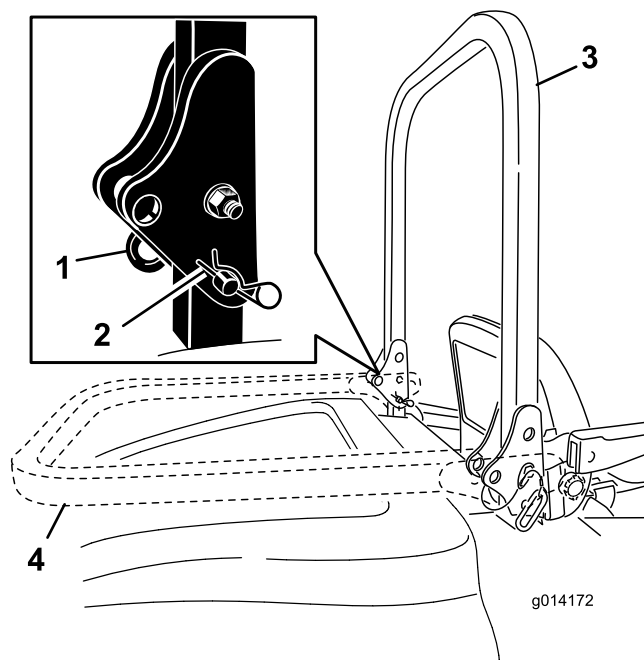

Figure 8
1. Pour abaisser l'arceau de sécurité, retirez les goupilles fendues, poussez l'arceau de sécurité contre les ressorts et retirez les deux goupilles (Figure 8).
2. Faites pivoter l'arceau de sécurité à la position abaissée (Figure 8).
3. Posez les deux axes et fixez-les avec les goupilles fendues (Figure 8).
4. Pour relever l'arceau de sécurité, retirez les goupilles fendues puis les deux axes (Figure 8).
5. Relevez complètement l'arceau de sécurité puis insérez les deux axes et fixez ces derniers avec les goupilles fendues (Figure 8).